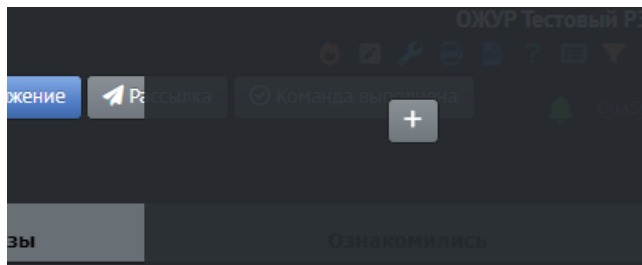

Рисунок 22 – Панель виджетов
- Панель виджетов. Для открытия панели виджетов, наведите указатель мыши в верхний правый угол главного интерфейса ОЖУР. Чтобы добавить виджет нажмите на кнопку  (Рисунок 22):